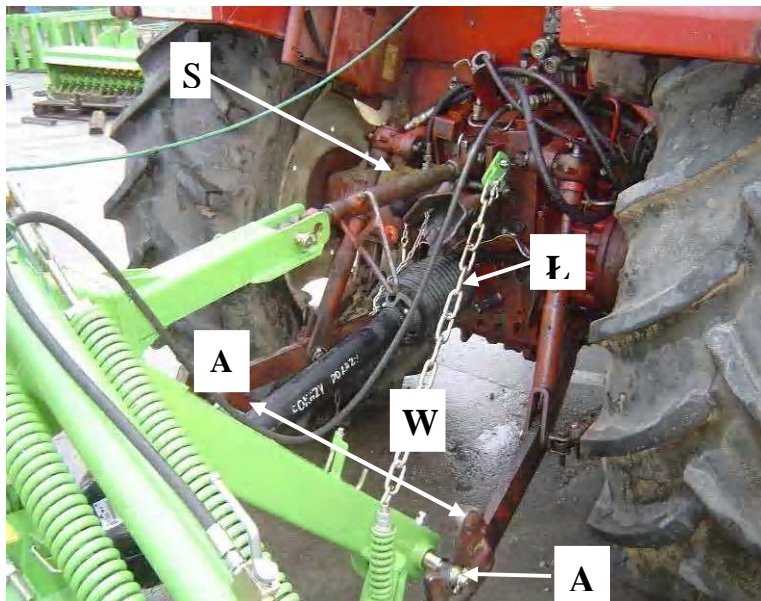

Рис. 6. Навешивание косилки на трактор
Поставить косилку на ровную площадку. Навесить ее на трактор, используя трехточечную систему навески трактора (рис. 6). Пальцы **A** (рис. 6) навески косилки закрепить на захватах **W** нижних продольных тяг. Затем отрегулировать установку косилки при помощи центральной тяги **S** и нижних продольных тяг трактора (рис. 6). Наклон режущего бруса относительно горизонтали установить в направлении кошения.
- Расслабить/удлиннить тросовую тягу, опускать косилку до момента натяжения поддерживающей цепи. Если пальцы навески косилки находятся на высоте менее 40 см от земли (рис. 9), следует укоротить длину цепи **L** (рис.6).
- высота среза регулируется центральной тягой **S** (рис.6). При удлинении тяги **S**, увеличивается высота среза, при уменьшении ее длины – уменьшается высота среза (рис.6),
Высота среза регулируется центральной тягой **S** (рис.6). Чтобы увеличить высоту среза, надо удлинить тягу **S** чтобы уменьшить высоту среза - укоротить тягу **S**. Высоту среза указывает указатель, установленный на раму навески (рис.15); рекомендуемая высота среза – $4 \div 7$ см